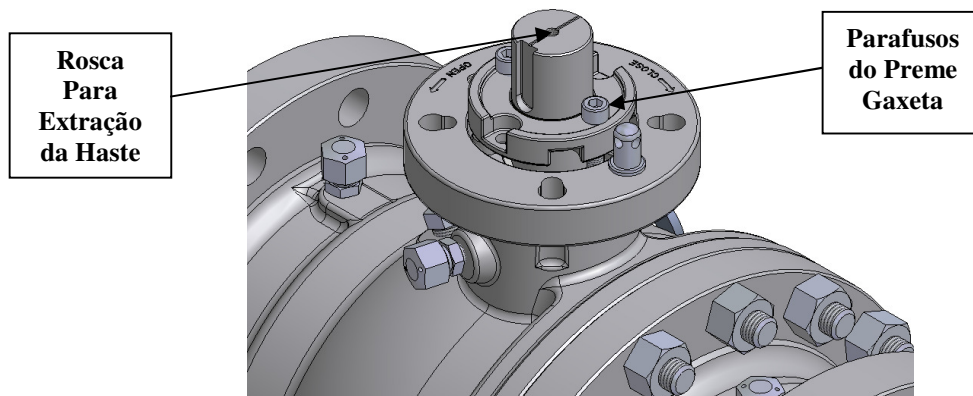

Fig.2 – Remoção do Preme Gaxeta
2. Afrouxe os parafusos do eixo Trunnion e utilize-os para remover o eixo (ver Fig. 2) juntamente com o anel de encosto.
3. Afrouxe os parafusos do eixo Trunnion e os utilize para removê-lo (ver Fig. 2) juntamente com os o-rings do eixo Trunnion.